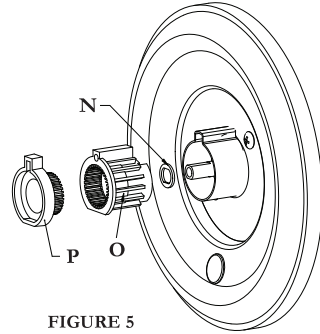

FIGURE 5
Valve Type A Applications Figures. 5, 6, 7
1. Slide stem washer (N) over valve stem (Fig. 5).
2. Insert bushing (O) into tube.
3. Insert stop (P) into bushing (O).
1. Deslice la arandela (N) a lo largo de la válvula (Fig. 5).
2. Inserte el buje (O) en el tubo.
3. Inserte el dispositivo (P) en el buje (O).